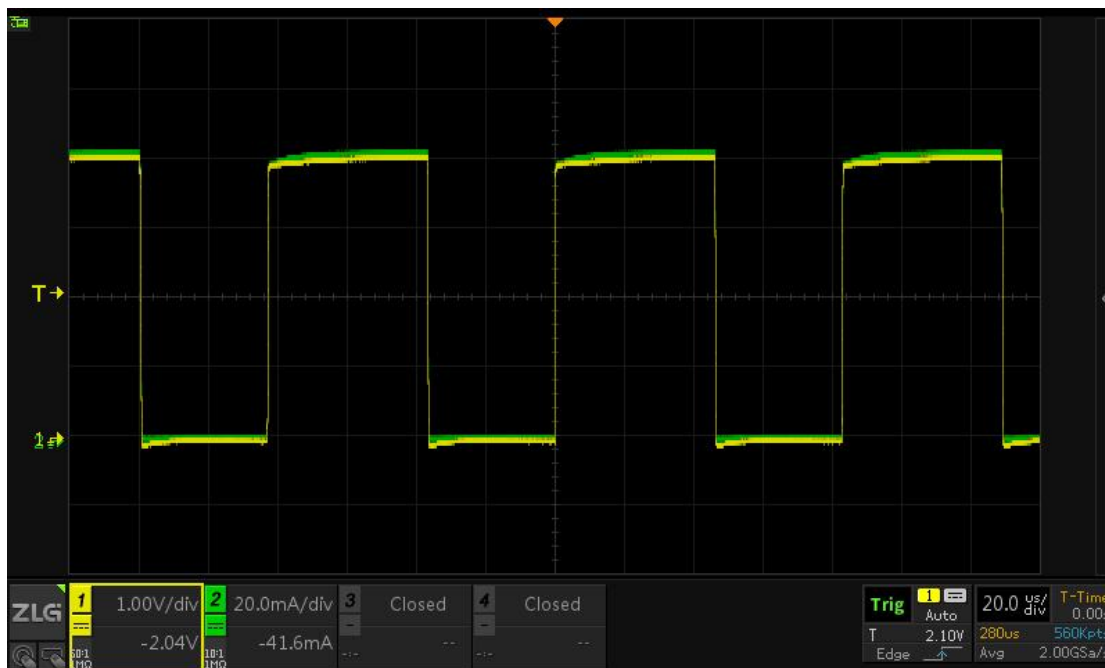
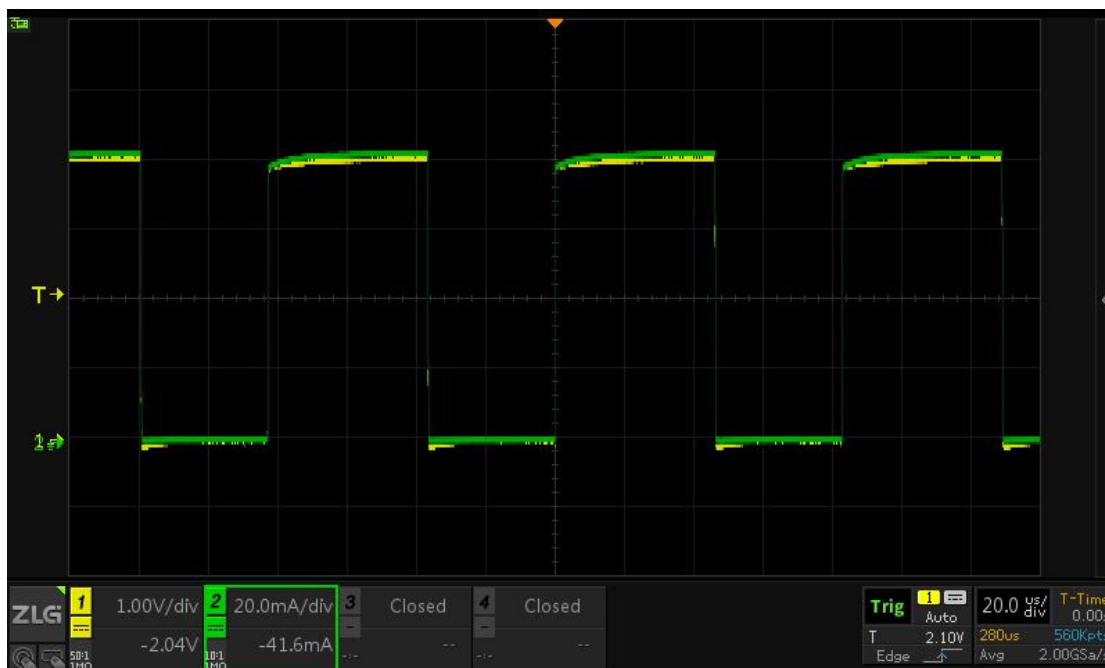

图 3.4 调节垂直旋钮后的“SMALL LOOP 电压”波形
图 3.5 调节垂直旋钮后的“SMALL LOOP 电流”波形
4、 调节电压通道和电流通道的垂直缩放和垂直偏移旋钮，使波形幅度尽可能大但不超出屏幕的范围，同时通过垂直偏移旋钮，使电压和电流波形的中间点（（顶部值+底部值）/2）在屏幕的中间。调节垂直旋钮后“SMALL LOOP 电压”和“SMALL LOOP 电流”的信号波形分别如图 3.4 和图 3.5 和所示。